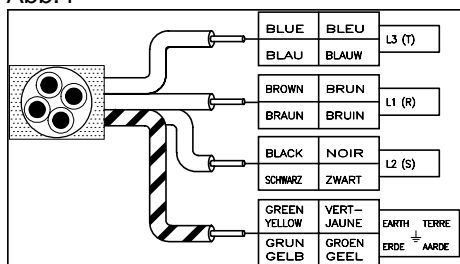

Abb.5
- 230-240 V3~ (4- adriges Kabel) Abb.5